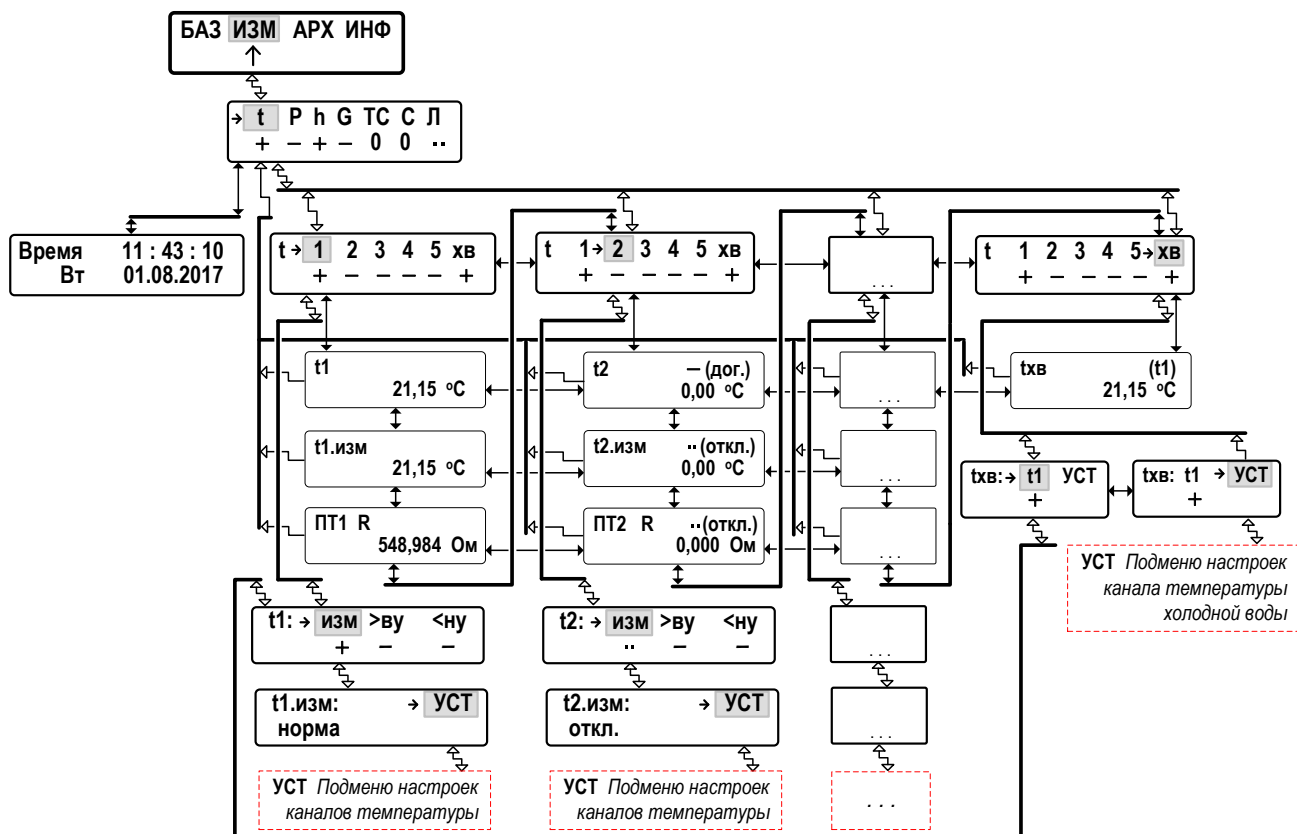

Рис.8. Структура меню с результатами измерения температуры.
5.3.2.2. Перемещение между окнами индикации в меню измерительных параметров показано на рис.8.
При наличии возможности входа в одно и то же подменю из разных меню (например, в **t1: ИЗМ >ву <ну**, рис.8) обратный переход в «стартовое» меню (по нажатию кнопки ) будет выполняться по маршруту вхождения в данное подменю.